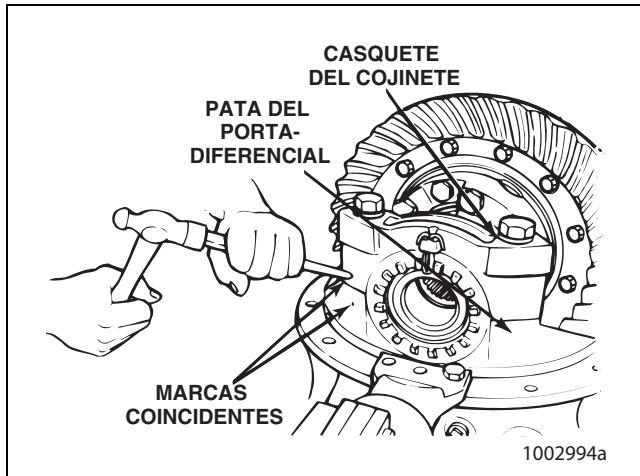

Figura 3.12
4. Marque una pata del portadiferencial y el casquete del cojinete para que coincidan correctamente las piezas a la hora de ensamblar el portadiferencial. Marque las piezas utilizando un punzón de centrar y un martillo. Figura 3.12.